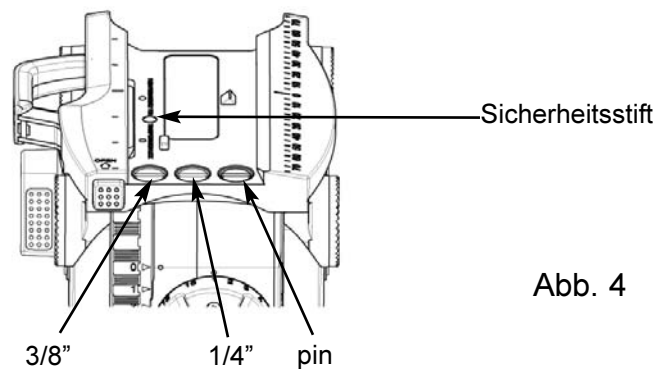

Abb. 4
- ⇒ Falls Sie Ihre Kamera entweder mit einer 3/8" Schraube und einer 1/4" Schraube oder mit einer 1/4" Schraube und einem Pin befestigen wollen, haben Sie die Möglichkeit, die in den Parkpositionen (siehe Abb. 4) positionierten Schrauben zu verwenden.
HINWEIS: Um den Sideload Hebel ohne eingelegte Kameraplatte zu schließen (z. B. zum Transport), drücken Sie während des Schließvorgangs den Sicherungsstift (Abb. 4).